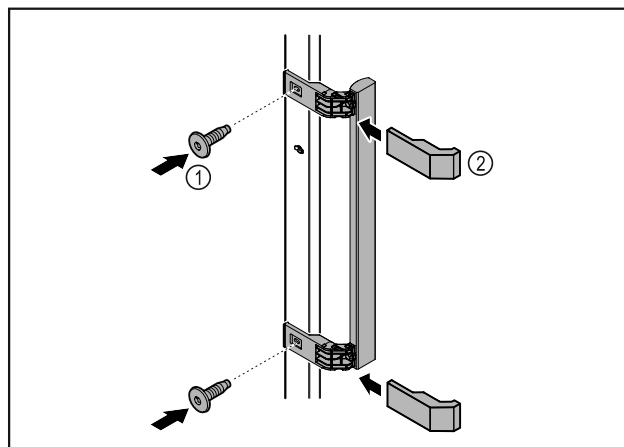

Fig. 7
- Монтирайте дръжката от пакета с принадлежности с приложените винтове Fig. 7 (1) на вратата.
- Нахлузете капак Fig. 7 (2).